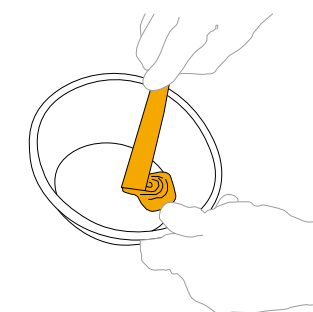

Abb. 5
- das Gemisch und die zuvor vorbereitete Farbe vermischen (Abb. 5);